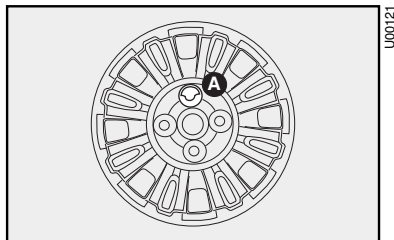

fig. 8
9) Coloque a presión el embellecedor de la rueda en la llanta, haciendo coincidir el símbolo , grabado en el interior del embellecedor, con la válvula de inflado; de esta forma, el orificio más grande del embellecedor **A-fig. 8** pasará a través del tornillo colocado anteriormente.